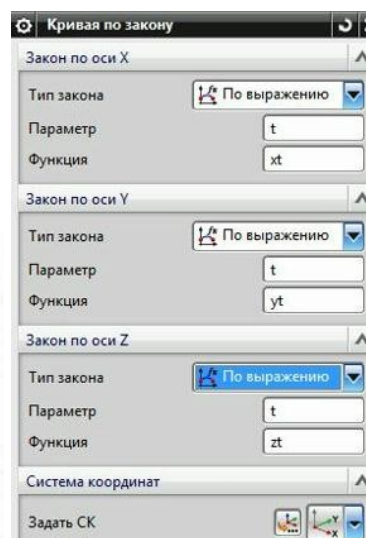

рис.65
- Диалоговое окно этой команды показано на рис. 65. Как видите, все окно разбито на три поля: *Закон по оси X*, *Закон по оси Y*, *Закон по оси Z*.